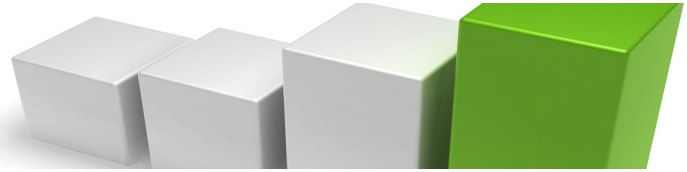

Bild 2 Status des CR220N
- Statusseite des CR220N aufrufen (siehe Bild2)
LAN1- und LAN2-Subnetz auf Überschneidungen testen (siehe Bild2).